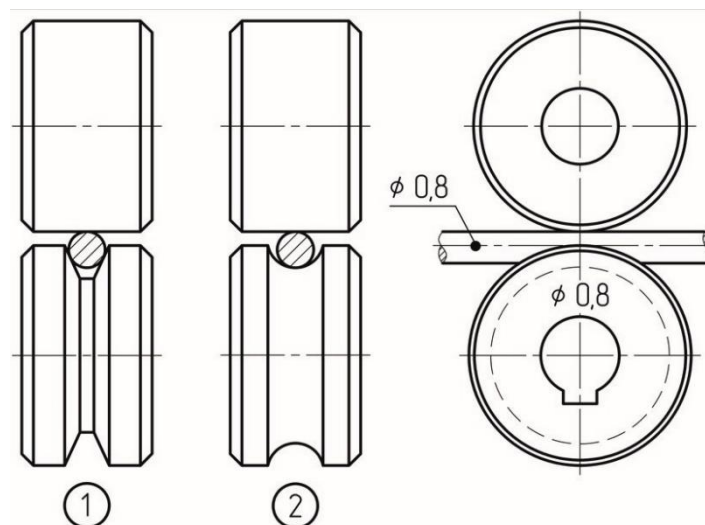

Рис. 8.2. Выбор подающего ролика.
- форма канавки соответствует типу сварочной проволоки (см. рис. 8.2).